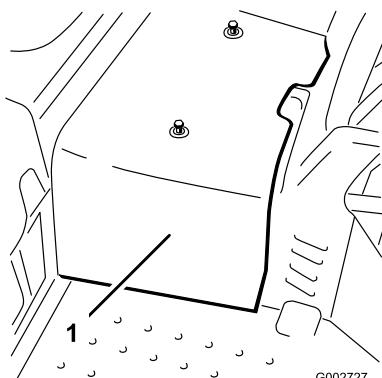

図 41
- センターシュラウドを機体に止め付けているねじ2本を外してシュラウドを機体から取り外す図 41。